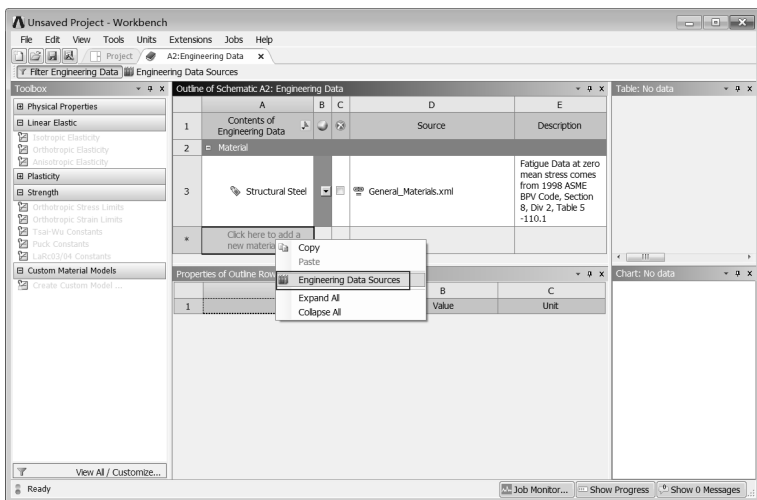

图 6-41 材料参数设置界面 2
Step2：在界面的空白处右击，在弹出的快捷菜单中选择 Engineering Data Sources(工程数据源)命令，此时的界面会变为如图 6-41 所示的界面。原界面窗口中的 Outline of Schematic A2: Engineering Data 消失，被 Engineering Data Sources 及 Outline of General Materials 取代。